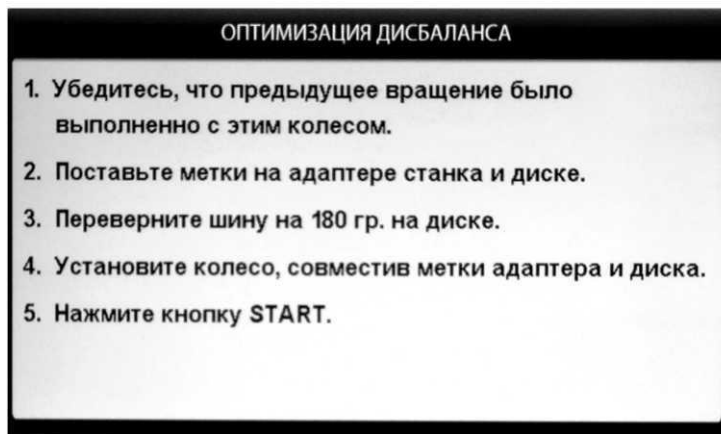
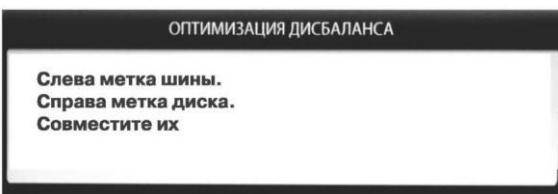

рис.15.2
рис.15.3
кнопку 3, после чего на экране монитора появится окно (рис. 15.2). Далее выполните операции согласно указаниям в окне (рис.15.2).
15.3. После выполнения п.5 в окне рис.15.2 на экране монитора появится окно (рис 15.3), а на индикаторах 1 отобразится величина статического дисбаланса колеса, а на индикаторах 4 - величина дисбаланса колеса, которую можно получить после завершения программы Opt. Поставьте метки на шине и диске согласно указаниям в окне рис.15.3.